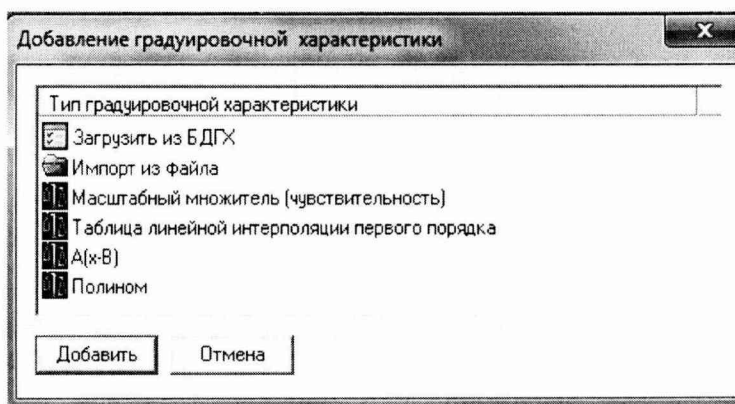

Рисунок 1- Вид диалогового окна «Добавление градуировочной характеристики»
7.2.4 Выбрать тип градуировочной характеристики из списка в открывшемся диалоговом окне «Добавление градуировочной характеристики» (рисунок 1), нажать кнопку «добавить», после чего откроется диалоговое окно, вид которого в зависимости от выбранного типа градуировочной характеристики представлен на рисунках 2-7;